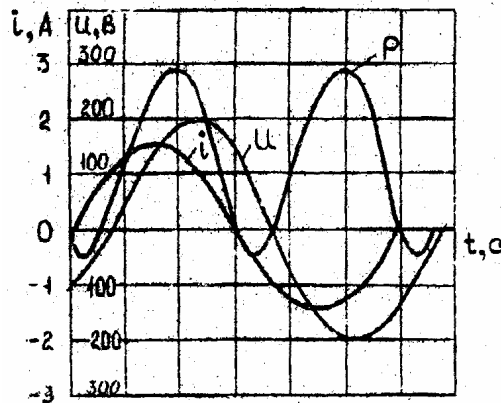

Рис. 1.20
1.2.16. Катушка, параметры которой  $R_1 = 10,5$  Ом,  $L = 382$  мкГн и конденсатор (с потерями), эквивалентные параметры которого  $R_2 = 3,5$  Ом,  $C = 0,533$  мкФ, соединены последовательно (рис. 1.20). Какое напряжение приложено к цепи, если амперметр показал ток  $I = 2,4$  А? Частота переменного тока  $f = 5$  кГц. Определить напряжения
Графики мгновенных значений  $U, i, P$  приведены на рис. 1.20.